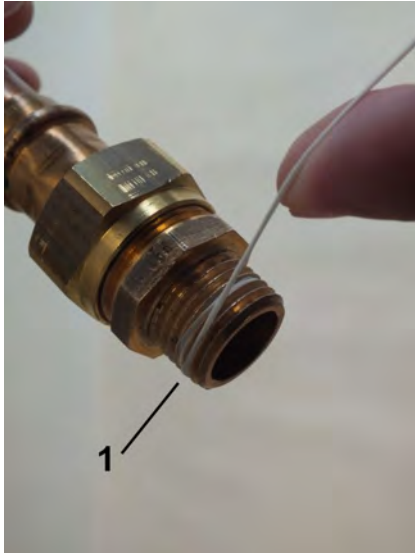

Abb. 8: Dichtfaden aufbringen
2.  Dichtfaden (Abb. 8/1) in Gewinderichtung auf das aufgeraute Gewinde aufbringen, dabei Mengenangaben des Dichtmittel-Herstellers beachten